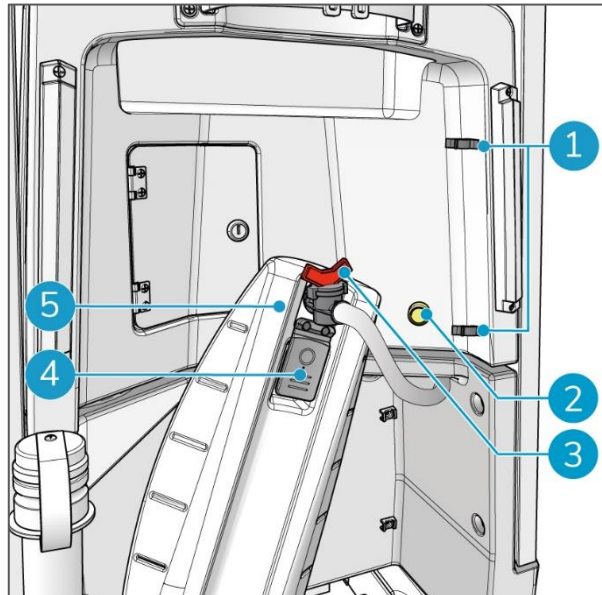

Figura 62
2. Estrarre il tubo di riempimento dai morsetti (Figura 62, pos 1).
3. Aprire il tappo di i-mop lite (Figura 62, posizione 4).
4. Posizionare il tubo di riempimento nel serbatoio (Figura 62, posizione 5).
5. Aprire la valvola rossa (Figura 62, posizione 3).
6. Premere il pulsante giallo (Figura 62, pos 2). Il detergente verrà pompato nel serbatoio di i-mop lite.